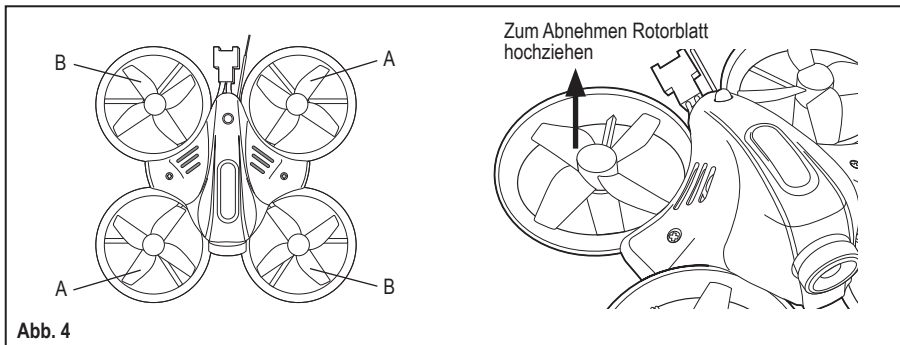

Abb. 4
- Bei den beiden Rotorausführungen (die in Abb. 4 mit A und B gekennzeichnet sind) werden entgegengesetzte Blätter für die jeweilige Drehrichtung eingesetzt.